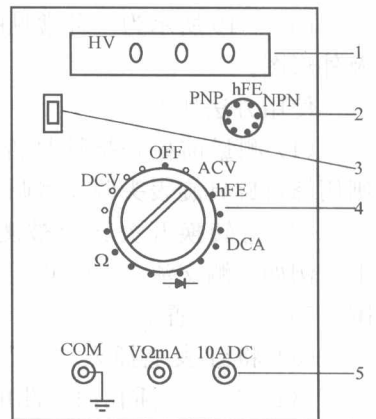

图 1-12 DT-181 型万用表面板图
(2) DT-181 型万用表面板结构及功能。万用表的面板如图 1-12 所示。